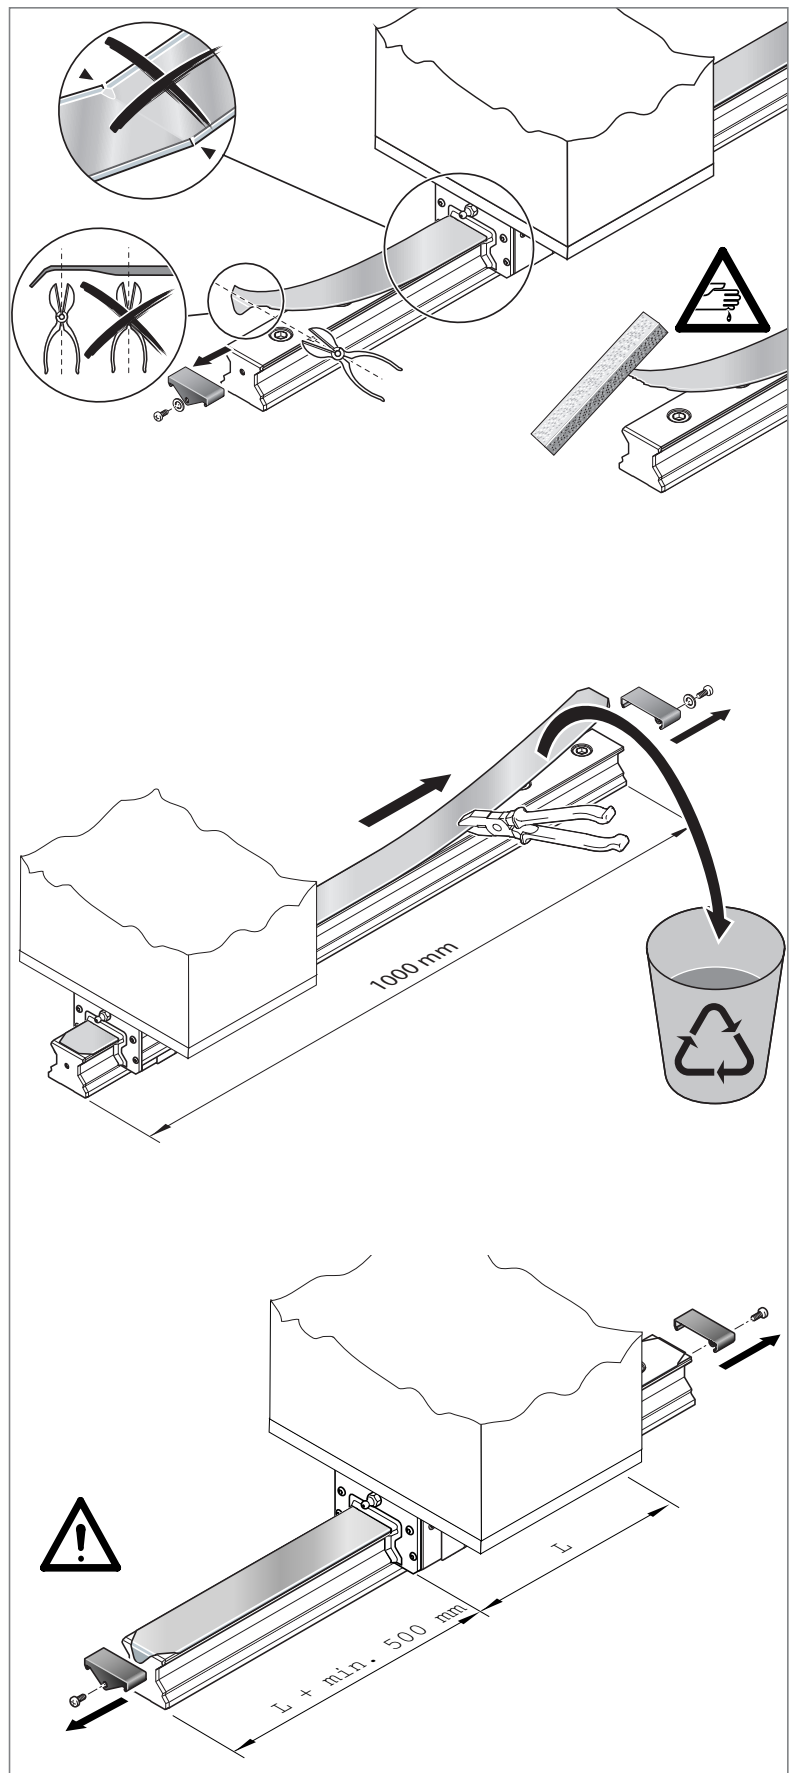

Fig. 41: Desmontagem da fita de proteção com encaixe fixo
- ▶ Cortar a lingueta. ➡ Fig. 41